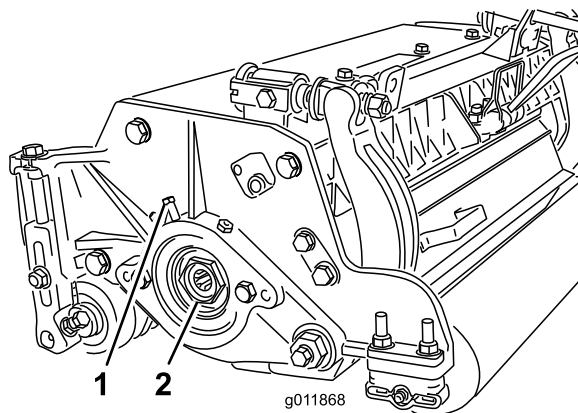

Figure 28
- A. Desserrez la vis extérieure qui fixe l'écrou de réglage au logement de roulement situé sur le côté gauche du plateau de coupe (Figure 28).